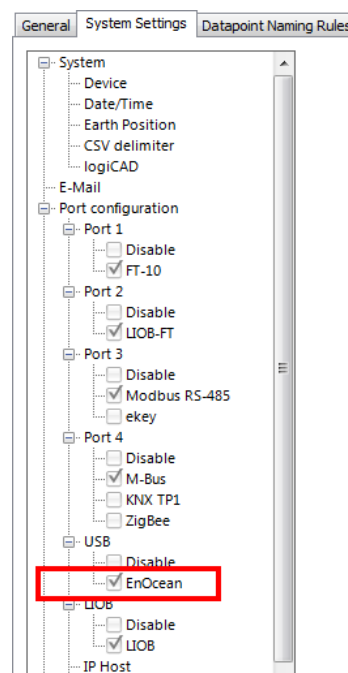

Abbildung 178: Aktivieren von EnOcean in den Projekteinstellungen.
2. Im Karteireiter **Gerätekonfiguration** haken Sie das Markierungsfeld für das EnOcean-Protokoll auf dem USB-Port an, wie in Abbildung 178 gezeigt.